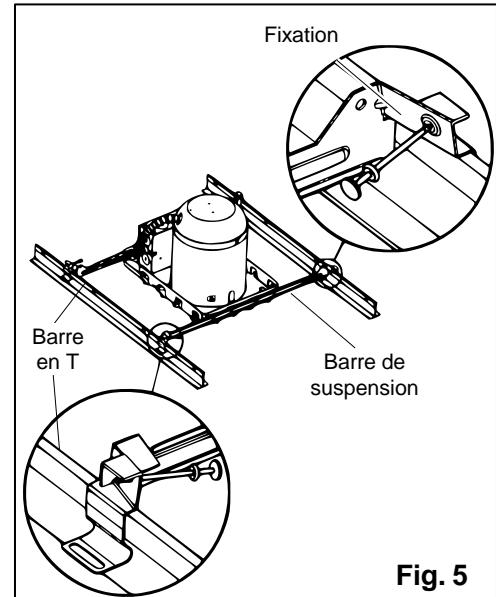
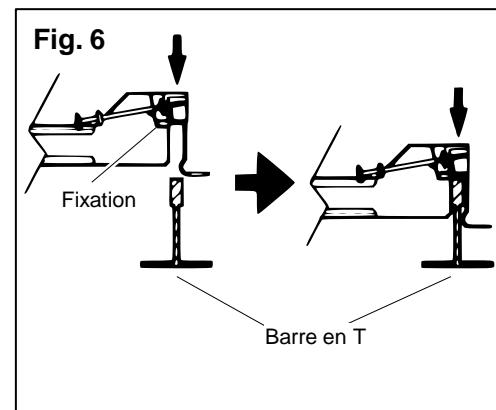

Fig. 5
Fig. 6
- Placez la niche avec barres de suspension dans l'ouverture nouvellement créée. Ajustez la largeur des barres de suspension de la niche pour qu'elle corresponde à la distance entre les deux barres en T, en alignant chacune des fixations avec le dessus de la barre en T correspondante. Appuyez sur toutes les fixations jusqu'à ce qu'elles s'enclenchent sur la barre en T. (**FIG. 5 et FIG. 6**) **À NOTER** : les fixations comportent des trous pour permettre de fixer les barres de suspension aux barres en T. Des pièces (ex: vis, écrous hexagonaux) peuvent être achetées séparément à cette fin.